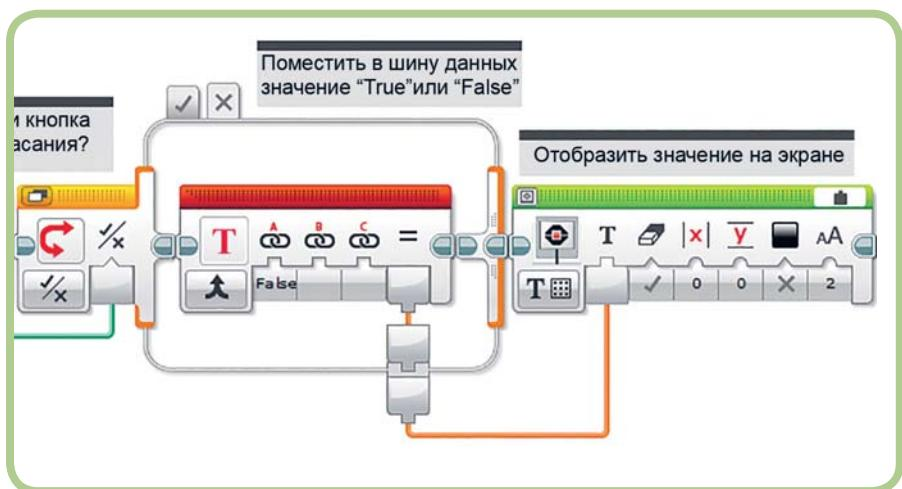

Рис. 9.10. Подключение второго блока **Текст** к блоку **Экран** (Display)
- Подключи вывод графы **Результат** (Result) блока **Текст** (Text) к выводу блока на границе блока **Переключатель** (Switch). Эта часть программы теперь должна выглядеть так, как показано на рис. 9.10.